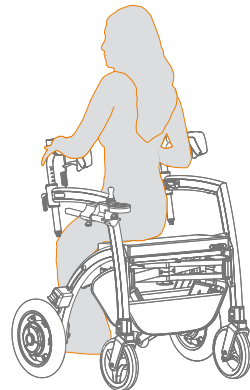

Abbildung 30: Sitzen auf dem Rollatorsitz.
- b. Setzen Sie sich von hinten auf den Rollatorsitz (**Abbildung 30**). Achten Sie immer darauf, dass der Rollz Motion Electric in der Parkposition steht.